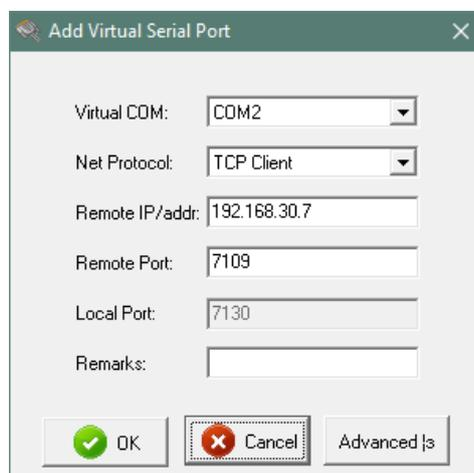

Рисунок 4.7.
8. Нажать кнопку «**Connect Virtual COM**». На экране отобразится окно, приведенное на рис.4.7.